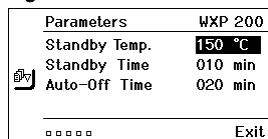

Fig. 13
3. Confermare la selezione con il tasto di immissione (**6**). La visualizzazione passerà alla modalità di selezione/immissione (vedere Fig. 13).